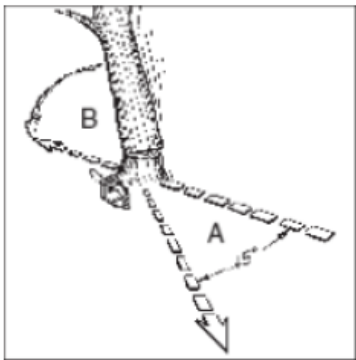

Fig 10a
Avertisment: Înainte de a începe tăierea, trebuie prevăzută și degajată o cale de evacuare (A). Calea de evacuare trebuie să se prelungească înapoi și în diagonală, în sens opus direcției de cădere, ca în Fig. 10a.
AVERTISMENT: Când tăietura de doborâre se apropie de balama, arborele ar trebui să înceapă să cadă. Când arborele începe să cadă, scoateți ferăstrăul din tăietură, opriți motorul, lăsați jos ferăstrăul cu lanț și părăsiți zona pe calea de evacuare (Fig. 10a).